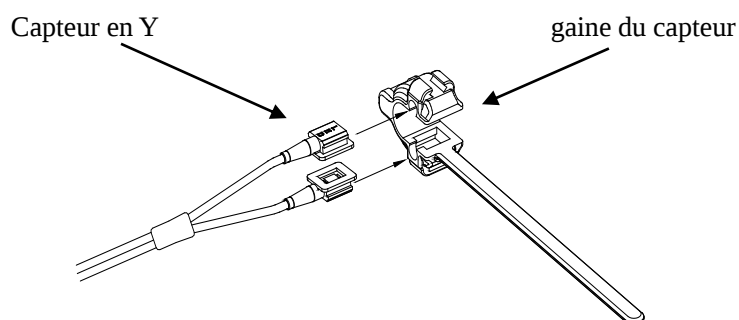
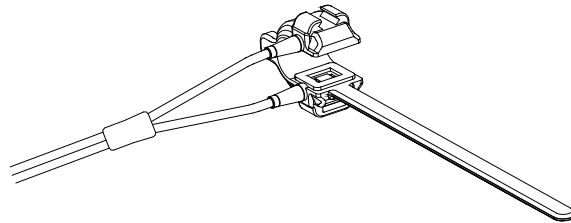

Figure 9-2 Sonde pédiatrique d'oxygène sanguin (1)
Figure 9-3 Sonde pédiatrique à UU (2)
- Le capteur SpO₂ néonatal se compose d'un capteur en forme de Y et d'une gaine de capteur. Insérez l'extrémité émettrice LED et l'extrémité réceptrice du capteur en forme de Y dans les rainures supérieure et inférieure de la gaine du capteur (comme illustré à la Figure 9-2). Le capteur SpO₂ néonatal est illustré à la Figure 9-3.